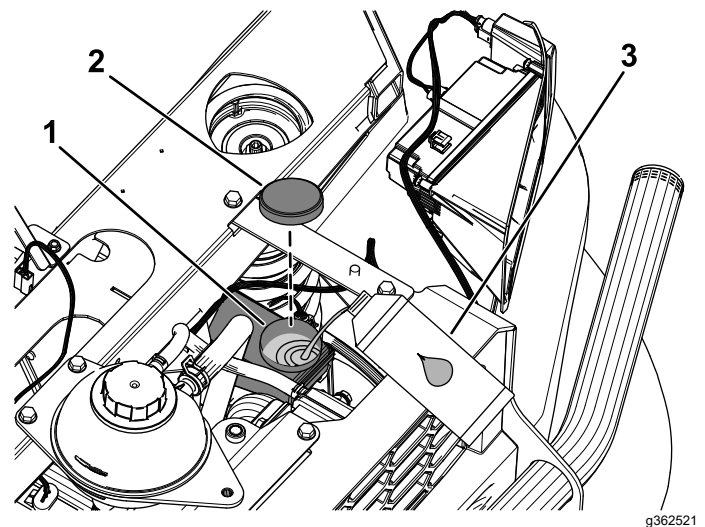

Figura 89
4. Eleve el capó para acceder al cilindro del freno principal y al depósito (Figura 89).
- A. Limpie la zona alrededor del tapón del depósito y retire el tapón (Figura 89).
- C. Coloque el tapón del depósito (Figura 89).